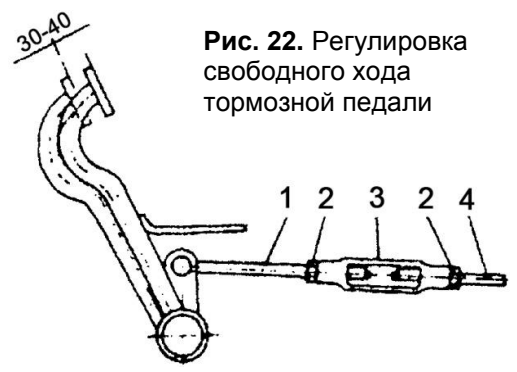

Рис. 22. Регулировка свободного хода тормозной педали
- **Рисунок 22.** Регулировка свободного хода тормозной педали: 1,4 - рычаги; 2 - контргайки; 3 - втулка.